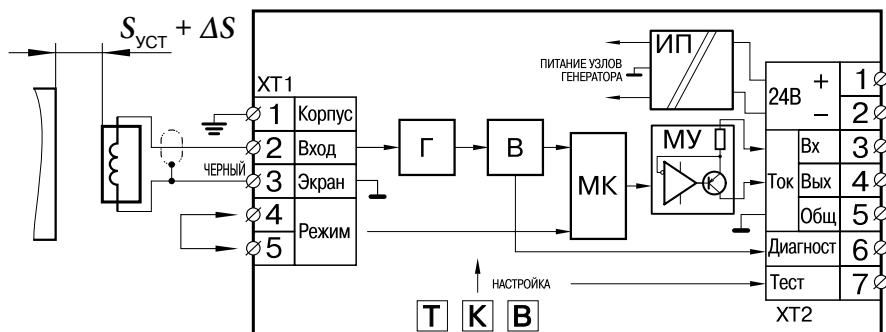

Рис. 4.3. Функциональная схема ПЛП СИЭЛ–1663-...
4.6.3. Генератор-преобразователь СИЭЛ–1663-... содержит устройство МК, выполняющее цифровую обработку, фильтрацию и линеаризацию сигнала, поступающего от выпрямителя. МК управляет масштабирующим усилителем МУ (см. рис. 4.3).